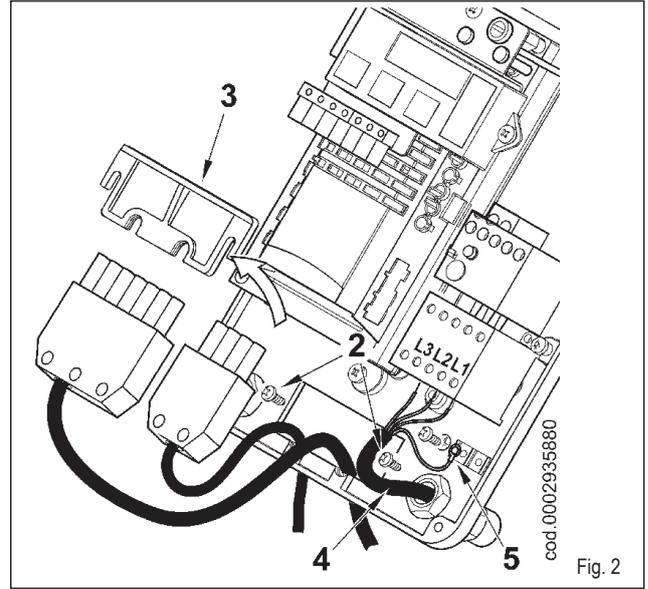

Fig. 2
- 松开螺丝（2），拿下电缆压板（3），将7孔和4孔插头从中间穿入，见图2，将电源4与接触器连接好，做好接地5。对于单相电源的燃烧器，仅仅L和N需要连接带L1和L3，具体的连接也参见图2。
- 3) 现在按图2所示移开4个螺栓（5），拆开火焰管，从双栓螺柱拆开（7），反过来连接倒角同进气管路的连接。